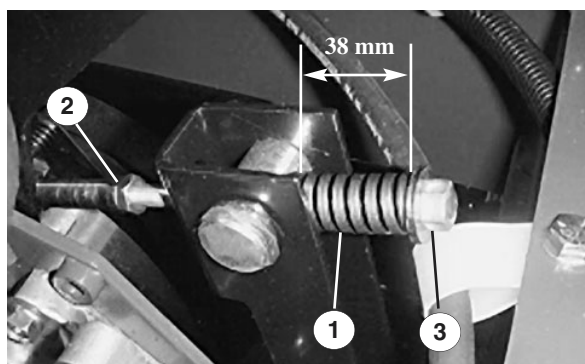

Bild 31
2. Lockern Sie die Klemmmutter an der Spannstange (Bild 31).
3. Spannen oder lockern Sie die Riemenspannfeder mit einem $\frac{1}{2}$ "-Maulschlüssel (Bild 31). Stellen Sie die Federlänge auf 38 mm ein.
3. Schlaffen Sie die Riemenspannfeder vollständig mit einem $\frac{1}{2}$ "-Maulschlüssel (Bild 31).
5. Bringen Sie den neuen Zapfwellen-Treibriemen an und spannen die Riemenscheibenfeder auf 38 mm (Bild 31).
6. Ziehen Sie dann die Klemmmutter fest (Bild 31) und schließen die Motorhaube.